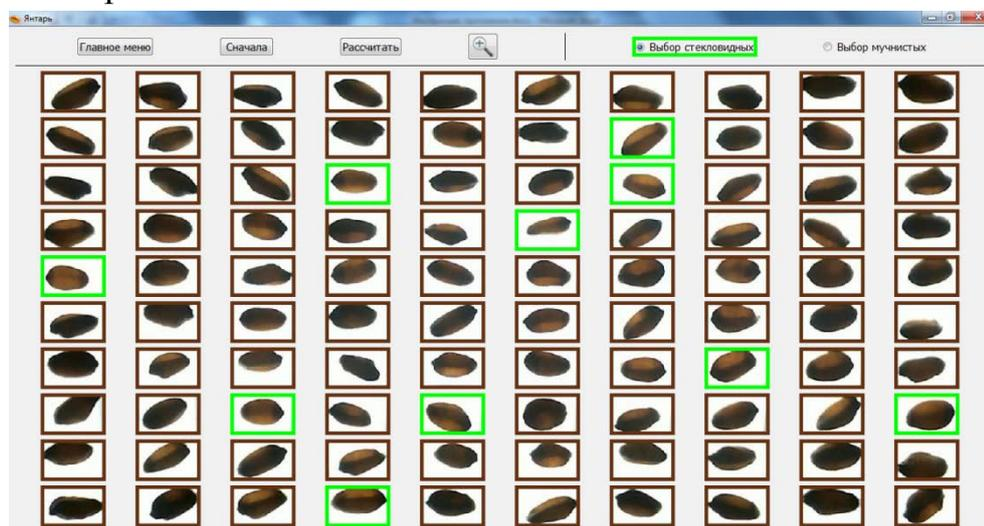

Рисунок 6.4. Выбор стекловидных зерен
- выбрать все стекловидные зёрна, щёлкнув по каждому один раз. Каждое зерно после щелчка выделяется зелёной рамкой (Рисунок 6.4). Если необходимо отменить выбор, то следует повторно щелкнуть по изображению выбранного зерна.